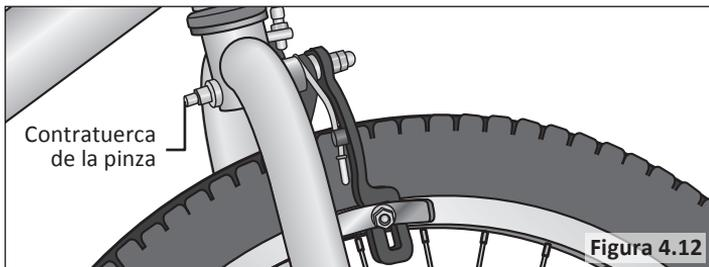

Figura 4.12
**Nota:** Mire el freno por si comienza a moverse o girar, luego suelte la maneta de freno y use la mano para girar la pinza de freno hasta que ambos lados del freno se muevan igualmente. A veces es necesario girar ligeramente el freno en exceso, de modo que al apretar la contratuerca de la pinza, el freno se terminará centrando. **Figura 4.12**